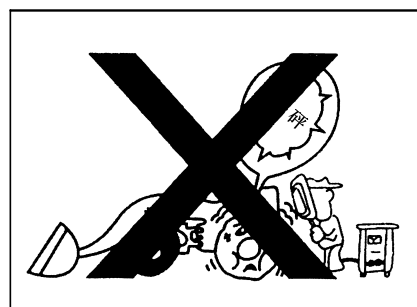

Рис.2-25
- При сварке около шины, ввиду возможности взрыва шины, следует обратить особое внимание на это. (Рис.2-25)